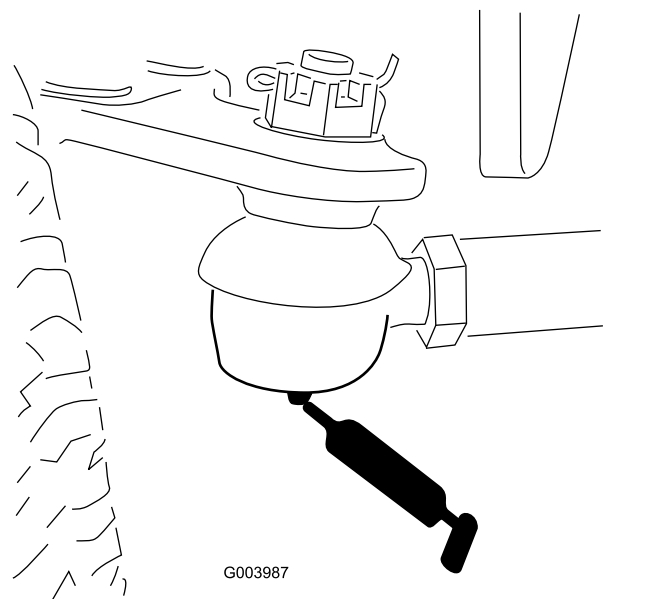

Figure 47
- Bielle d'essieu arrière (2) (Figure 47).